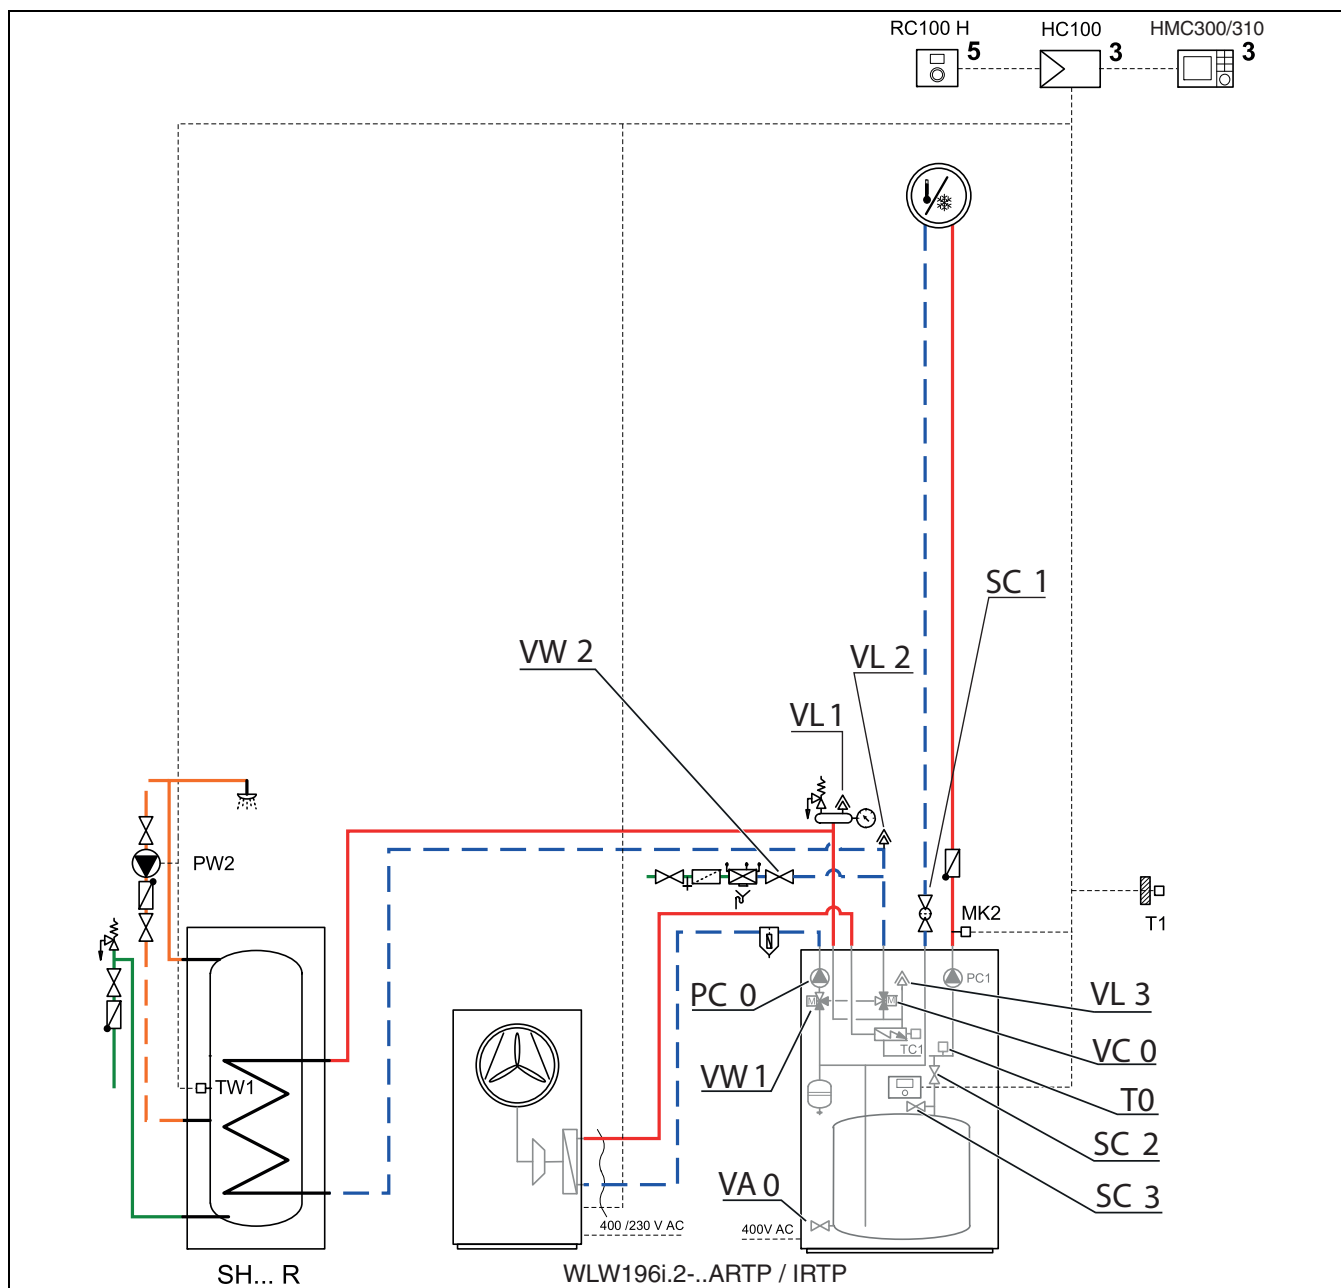

Bild 26 Inneneinheit und Heizungsanlage
2. Automatisches Entlüftungsventil VL1, VL2 und VL3 (→ fig. 26) durch Abschrauben der Kappen öffnen.
3. Filterventil SC1 schließen, Absperrventil SC2 (→ fig. 26) schließen und sicherstellen, dass sich VW1 (→ fig. 26) in der Position (B) für Zentralheizungsbetrieb befindet.
4. Ein Ende eines Schlauchs an den Entleerhahn VA0 (→ fig. 26), das andere Ende an einen Abfluss anschließen.
5. Kleinen Entleerhahn öffnen SC3 (→ fig. 26).